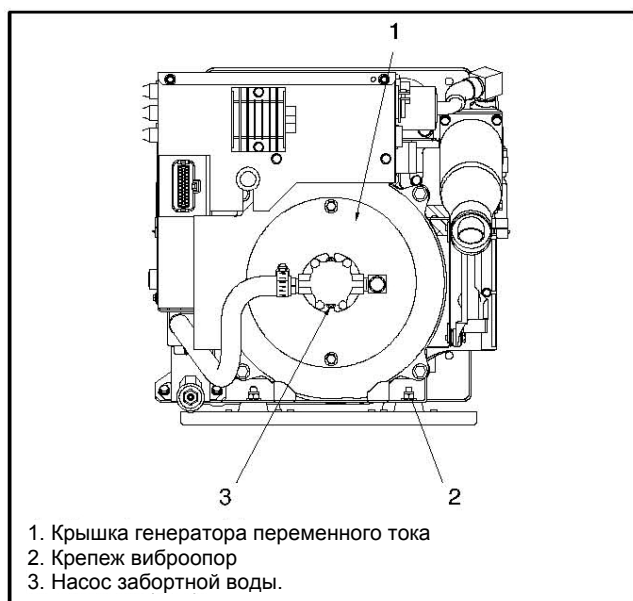

Рисунок 6-3 Торцевая крышка генератора переменного тока
15. Снять пластину закрывающую генератор переменного тока. См. Рисунок 6-3.
18. Снять два концевых болта виброопоры. См. Рисунок 6-3.